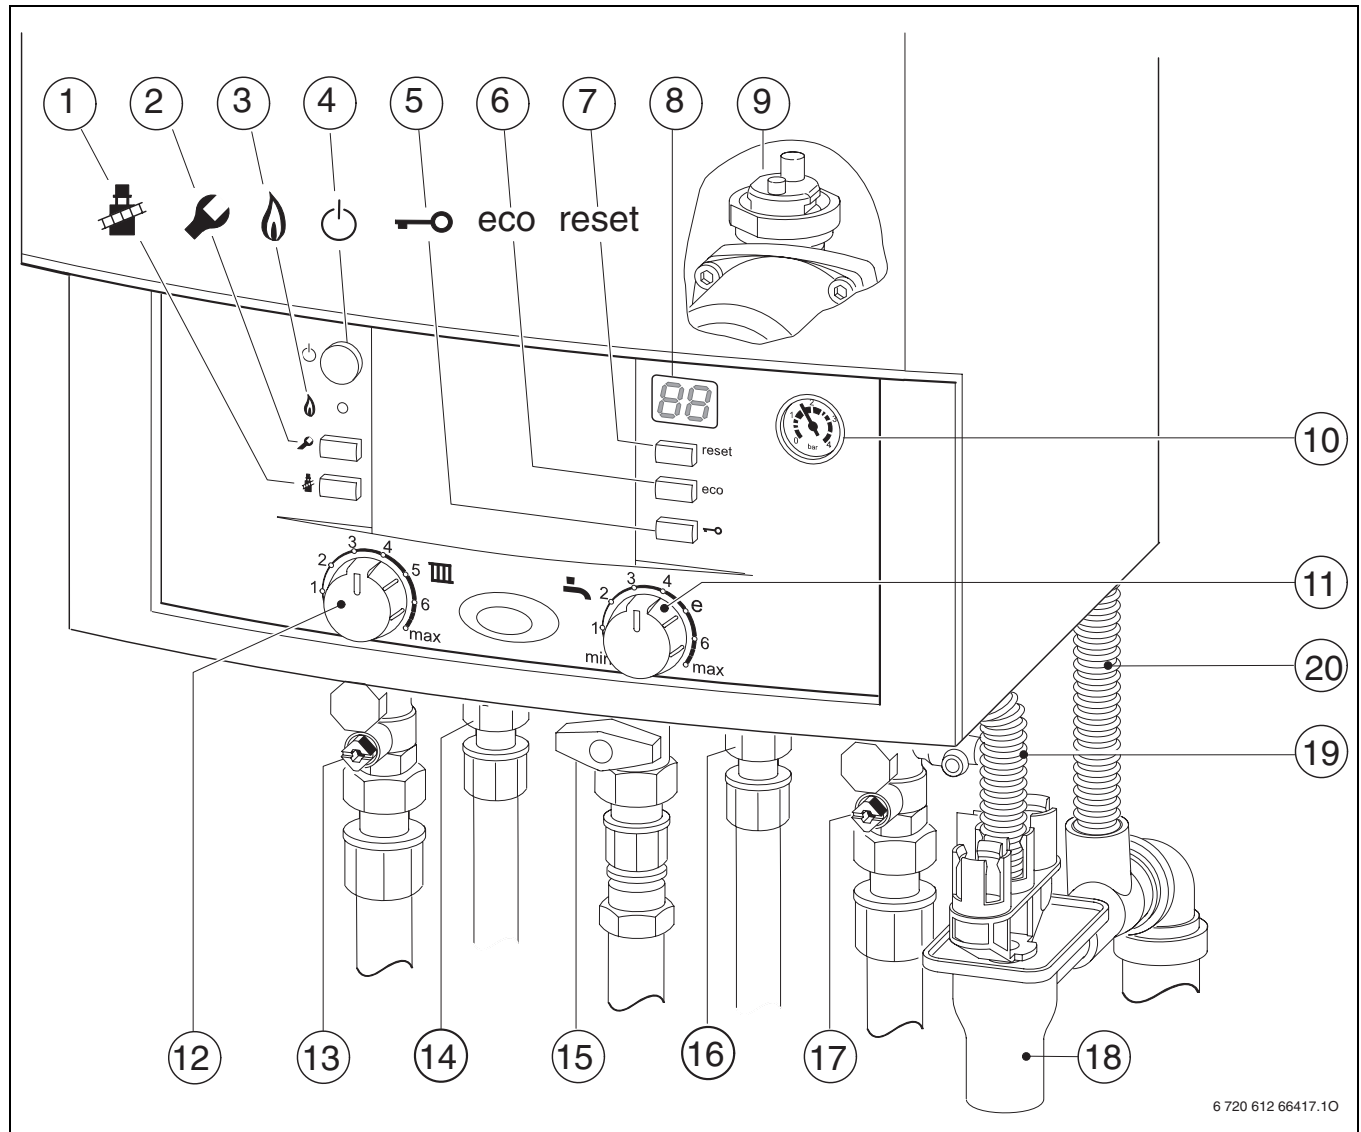

Bild 33
- ▶ Heizungsvorlaufhahn und Heizungsrücklaufhahn [13 und 17, Bild 33] öffnen und Heizungsanlage auf 1 - 2 bar füllen und Füllhahn schließen.